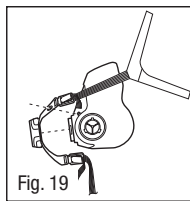

Fig. 19
1. Remova o conjunto de tampa de válvula a partir da peça facial (Fig. 19).
2. Faça alavanca ou puxe o conjunto da tampa da válvula a partir da abertura de exalação da peça facial (Fig. 19).